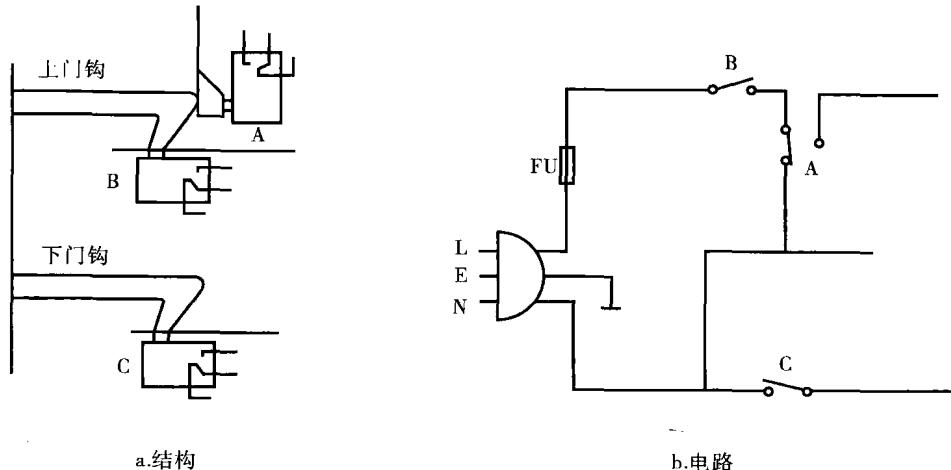

图 1-5 炉门安全联锁开关
3. 炉门安全联锁开关 如图 1-5 所示，炉门安全联锁开关确保炉门打开时微波炉不能工作；炉门关上，微波炉才能工作。